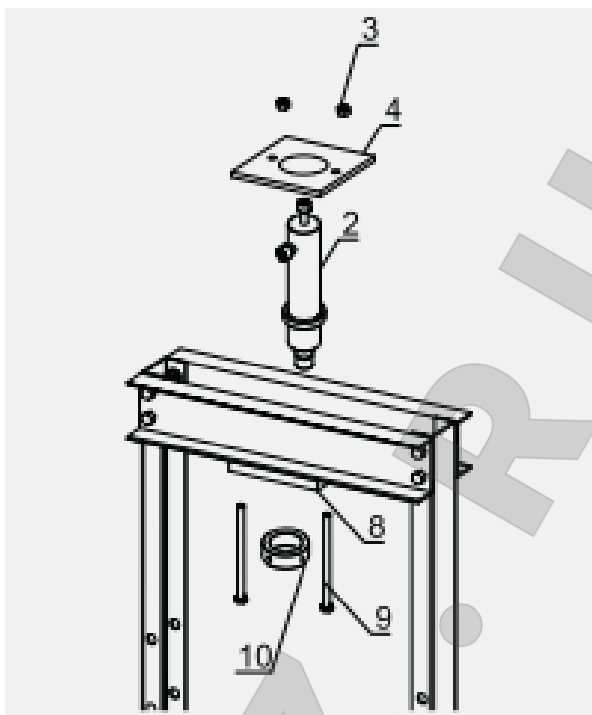

Рисунок 5,
5. Приложите пластину оголовка цилиндра (4) и опорную плиту цилиндра (8) соедините их болтами (9) и гайками (3). Закрепите цилиндр (2) используя большую гайку (10). См. Рисунок 5,.